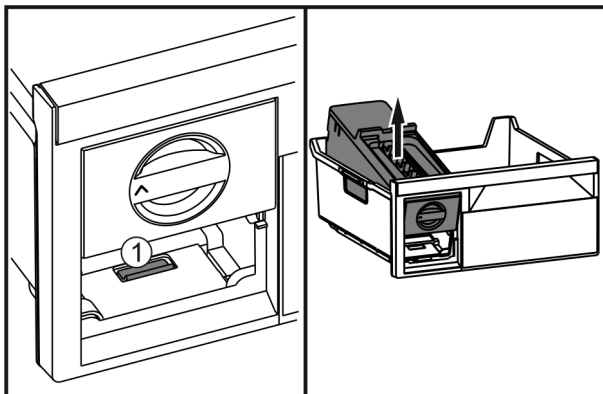

Fig. 36
- ▶ Lip Fig. 36 (1) indrukken, EasyTwist-Ice van achter optillen en uit de vrieslade nemen.